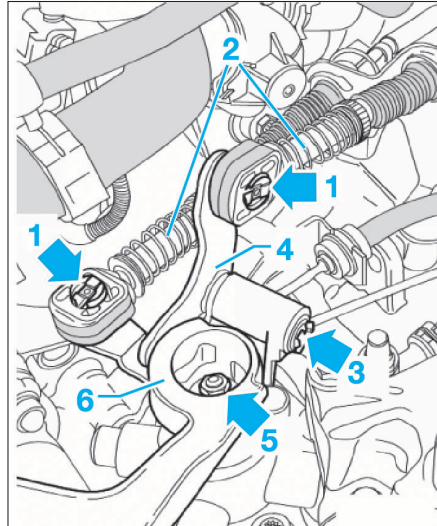
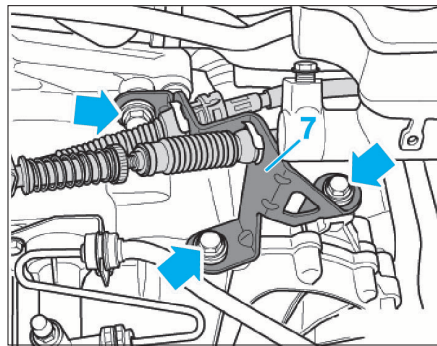

FIG. 2
FIG. 3
- Déposer les circlips (1) puis débrancher les câbles de commande de vitesses (2) (Fig.2).
- Déposer le circlip (3) puis retirer le levier de renvoi (4).
- Déposer l'écrou (5) puis retirer le levier de sélection (6).
- Déposer le support (7) (Fig.3).
- Déposer les 3 écrous puis le support (7) (Fig.2).